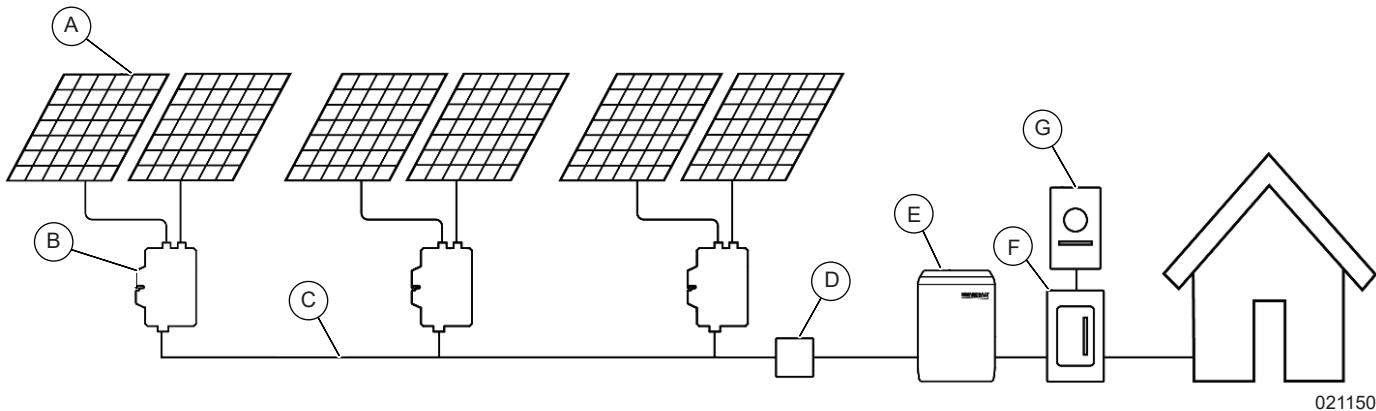

Figura 2-4. Ejemplo de un sistema PWRmicro
Consulte la Figura 2-4. El sistema PWRmicro conecta los módulos fotovoltaicos (A) a los inversores PWRmicro (B). Los PWRmicro se conectan entre sí mediante cables troncales modulares (C) antes de llegar a la caja de conexiones (D). Desde la caja de conexiones (D), el circuito fotovoltaico de CA termina en un interruptor bipolar dentro del Smart Combiner PWRmicro (E). El Smart Combiner se interconecta con un interruptor bipolar en el panel principal (F), desde donde la energía fotovoltaica se puede distribuir a los hogares o exportar a la red eléctrica pública a través del contador (G).